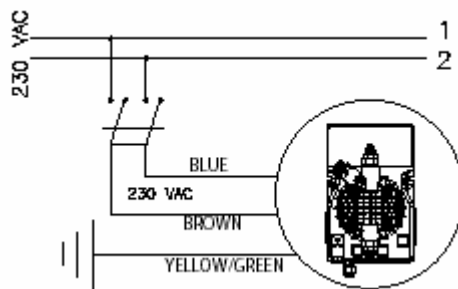

Рис. 4
1. Отсоединить пины от сетевой розетки или отключить питание двухполюсным выключателем с минимальным расстоянием между контактами 3 мм (Рис. 4)
**б.** – Перед началом установки ознакомьтесь с правилами электрических подключений в вашем регионе. (Рис. 4)